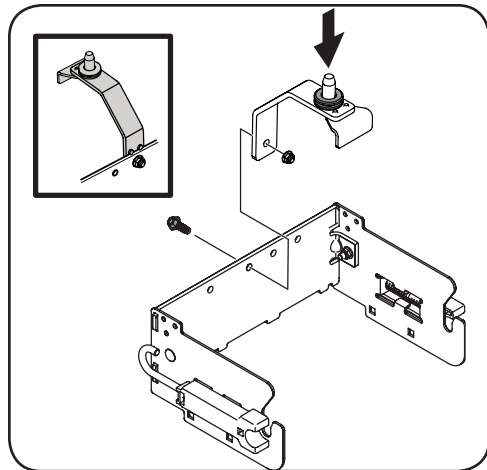

Figure 2-2
3. Voltee la unidad de la ménsula y monte la unidad de soporte del pasador de enganche (ref. N.º 2) en el orificio central de la ménsula de soporte trasera con el tornillo hexagonal (ref. N.º 10) y la tuerca de seguridad con brida (ref. N.º 12). Consulte la Figure 2-2.
4. Coloque la arandela aislante de goma en la chaveta que ubicada en la parte inferior de la unidad de la ménsula de soporte. Consulte el recuadro en la Figure 2-2.